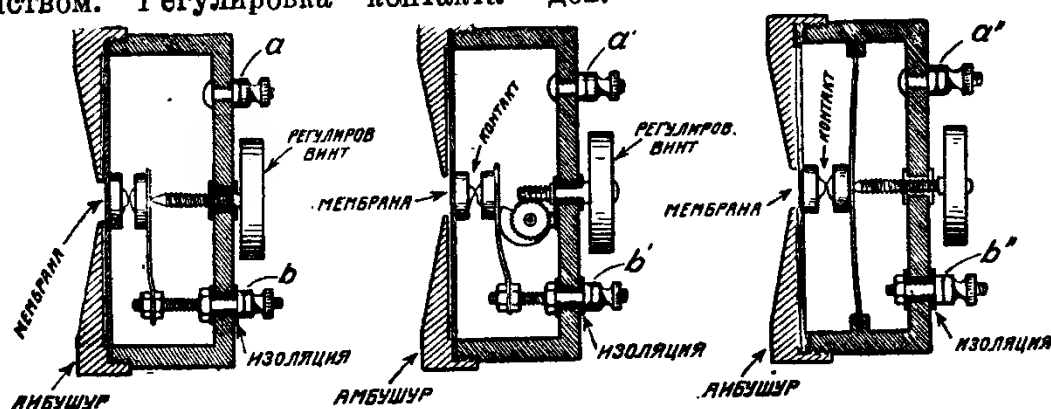

Рис. 1. Конструкции кристаллического телефона.
**ЦЕЛЬ** настоящей статьи — познакомить любителей с новым типом телефона. Кристаллический телефон, изобретенный Лесли Миллером, представляет собою регулируемый детекторный контакт, помещенный внутри обыкновенного головного телефона. Устройство такого телефона видно из рис. 1, 2 и 3. Здесь одна чашечка с кристаллом прикрепляется непосредственно к мембране; другой кристалл, образующий контакт с первым, помещен во второй чашке, положение которой регулируется соответствующим устройством. Регулировка контакта
производится различными способами, изображенными на рис. 1, 2 и 3. При прохождении переменного электрического звукового тока приемника через этот контакт, меняется нажим кристаллов друг на друга, вследствие чего мембрана будет колебаться в такт с приемным током. Через этот детекторный контакт должен, кроме того, протекать постоянный ток, подаваемый «местной» батареей, в 1,5 — 2 вольта. Даже если не применять этой батареи, то прием будет слышен, правда, очень слабо. Наилучшими для кристаллического телефона контактами являются контакты 1) между твердым и мягким образцами галена, 2) галеном и теллурием, галеном и углем (угольная мембрана) и 3) цинком и борнитом.